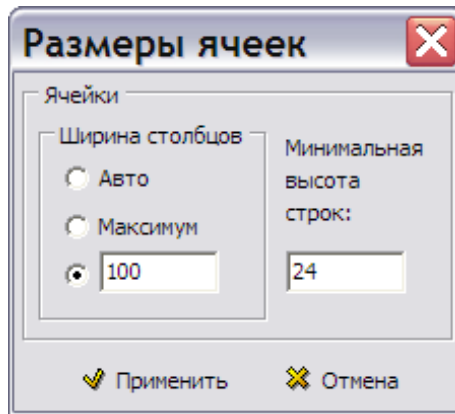

Рисунок 308
- 3) В контекстном меню выберите команду **Размеры ячеек**. При этом появится диалоговое окно **Размеры ячеек** (рисунок 308).
3) В контекстном меню выберите команду **Размеры ячеек**. При этом появится диалоговое окно **Размеры ячеек** (рисунок 308).